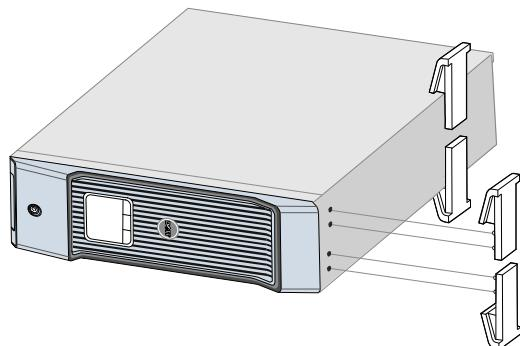

図 24. 台の取り付け方法
- 7 キャビネットの右端にアクセスできるよう、キャビネットを水平に置きます（図 24を参照）。